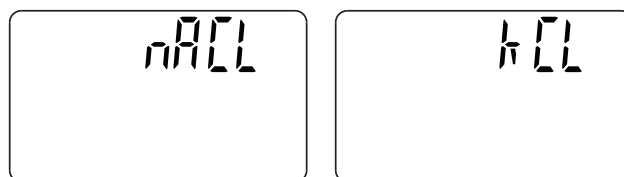

FIG. 23
2. Cuando aparezca la hora deseada para el inicio de la recarga, presione el botón SELECT (Seleccionar) y cambiará la pantalla para mostrar una de las pantallas de tipo de sal en la Fig. 23.